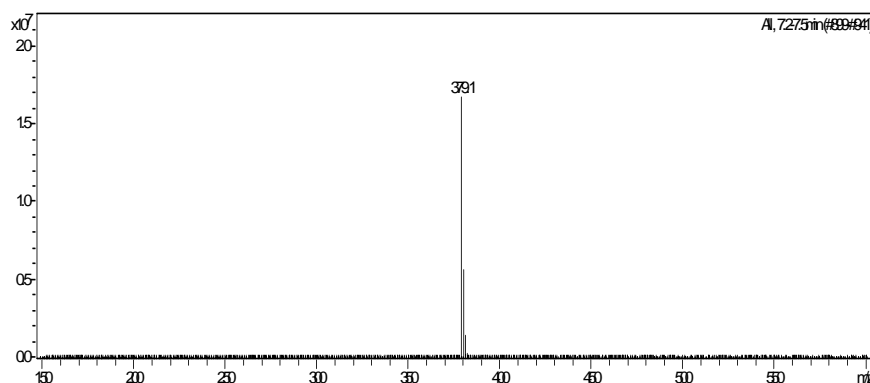

图3 ESI-LC/MS 质谱图
- 桌面任务栏中选择“Data Analysis”工作界面，从“File”菜单项中选择“Open”，从相应的文件夹中打开所要分析的数据文件，可见其质量数为 379.1，因为是正离子模式，故其分子量为 378，其谱图如图 3 所示。